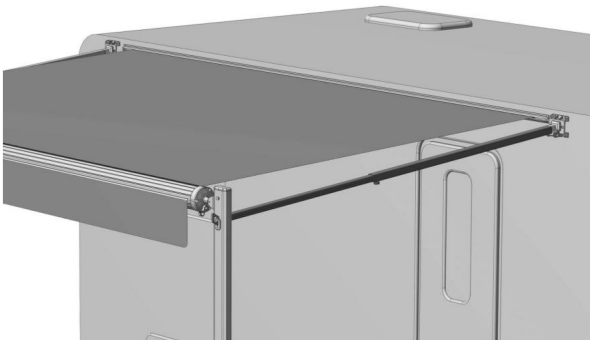

Abbildung D11
b. Lösen Sie den schwarzen Feststellknopf, um die Markise maximal auszufahren, und ziehen Sie ihn dann fest. c. Drücken Sie die Armverriegelung nach unten und stellen Sie die Stützstange auf die entsprechende Höhe ein. Die Markise ist nun geöffnet. (Abbildung D11). Und Sie können die Bodennägel in die unteren Halterungen einschlagen, um der Markise mehr Stabilität zu verleihen.